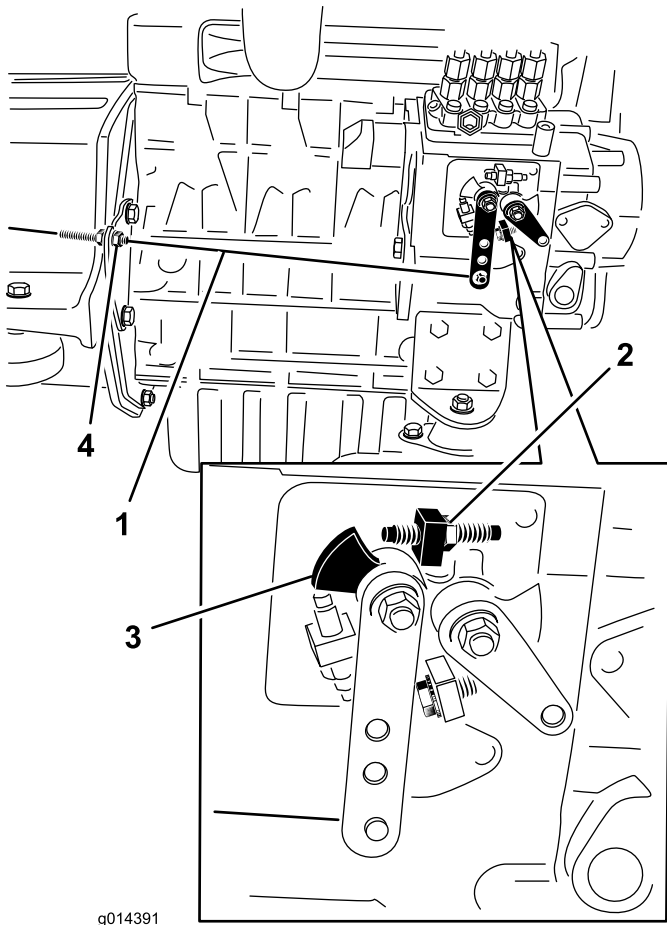

Figura 28
2. Verifique a posição da alavanca de controlo de velocidade na bomba de injeção de combustível do motor. A alavanca de controlo de velocidade deve estar em contacto com o parafuso de alta velocidade quando a alavanca de controlo do acelerador está na posição FAST (detenção) (Figura 28).
3. Se necessário, a posição das porcas de bloqueio do cabo de controlo do acelerador podem ser ajustadas até que a alavanca de controlo da velocidade entre em contacto com o parafuso de alta velocidade quando a alavanca de controlo do acelerador estiver em FAST (detenção) (Figura 28).